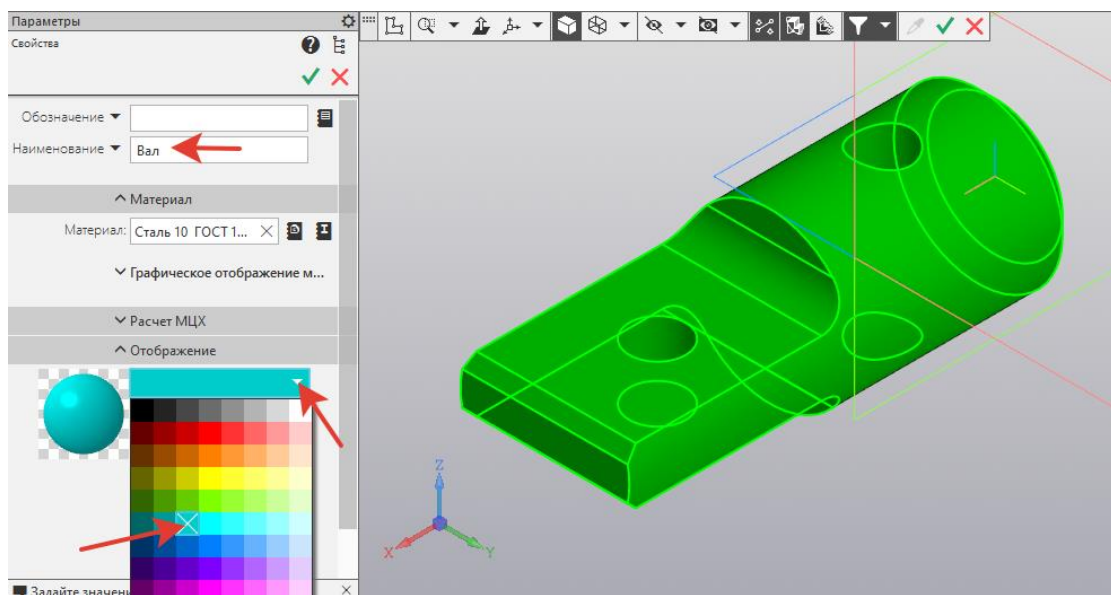

Рисунок 144.
16. В *Дереве модели* правой клавишей нажмите  *Деталь* - *Свойства* - *Наименование* - *Вал*. Откройте *Отображение* - *Цвет* - выберите *Голубой* (рисунок 144).